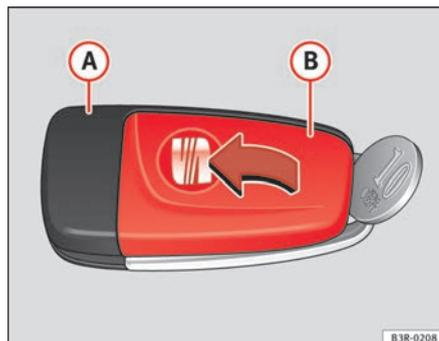

Fig. 69 Clé principale :
- Séparez la partie clé ⇒ fig. 69 **A** du couvercle **B** avec **précaution** à l'aide d'une pièce de monnaie en faisant levier.